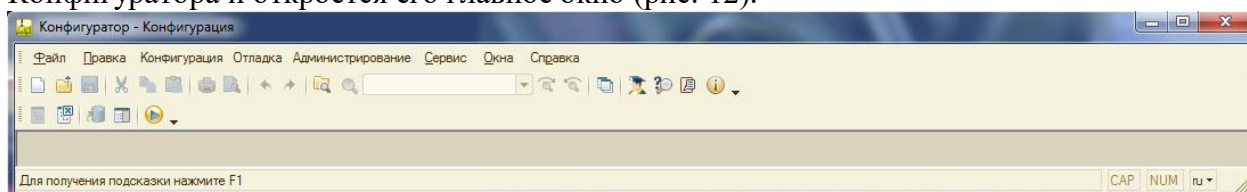

Рис. 12
7. Щелкните на кнопке *Конфигуратор* диалогового окна, запустится режим Конфигуратора и откроется его главное окно (рис. 12).